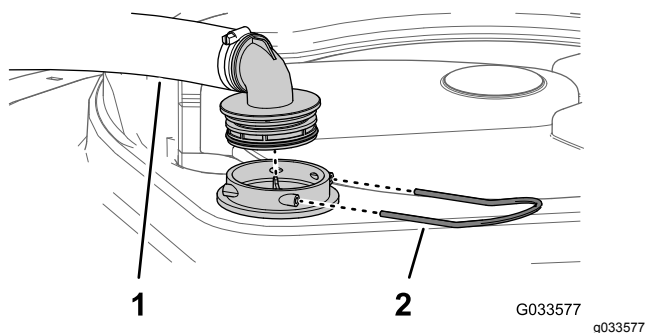

Figura 21
2. Nella parte superiore dell'irroratrice, rimuovete il fermo che fissa il raccordo del flessibile collegato al flessibile grande dall'alloggiamento del filtro (Figura 21).
3. Rimuovete il flessibile e il raccordo del flessibile dall'alloggiamento del filtro (Figura 21).